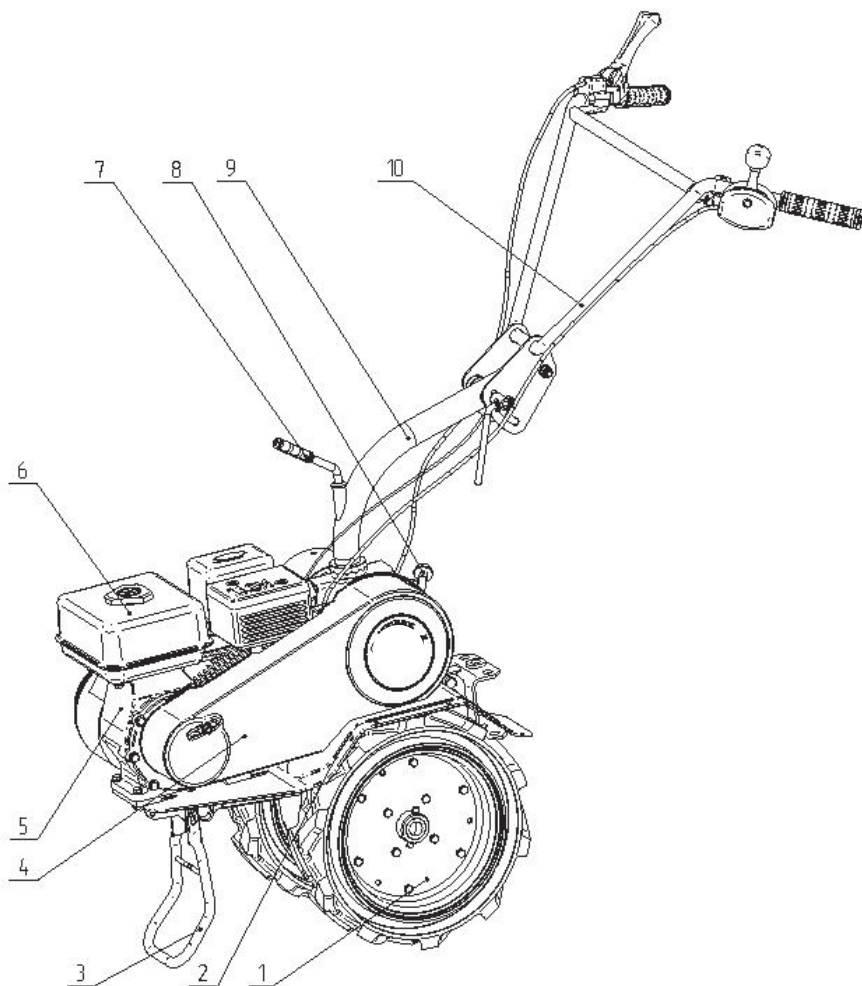

Рис.1 Устройство мотоблока
- снимите защитный кожух 4 рис. 1 клиноременной передачи;